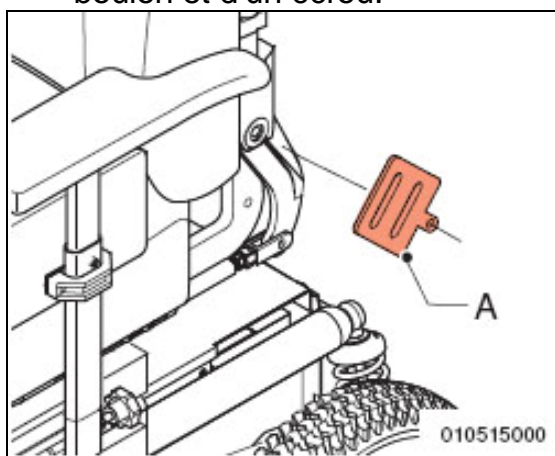

Figure 4.2
- Fixez la boucle de la ceinture (A dans la figure 4.2) à l'aide d'un boulon et d'un écrou.